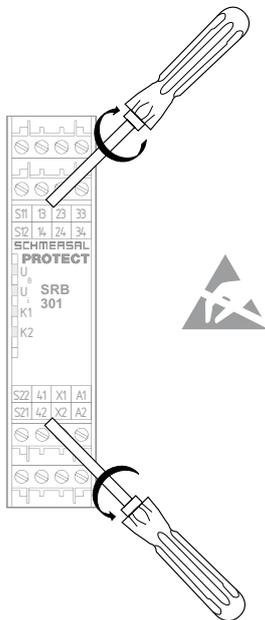

Fig. 2
**Apertura de la cubierta frontal (véase fig. 2)**